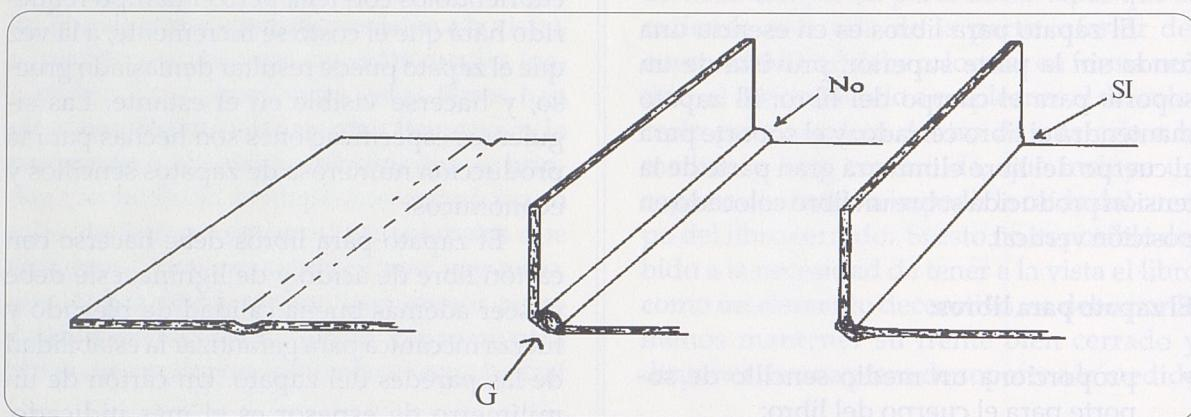

Ilustración 3
El zapato para libros debe hacerse con cartón libre de ácido y de lignina; éste debe poseer además buena calidad de plegado y fuerza mecánica para garantizar la estabilidad de las paredes del zapato. Un cartón de un milímetro de espesor es el más indicado, excepto para aquellos libros de menos de 17,5 cm de alto, los cuales requieren un cartón más delgado. El cartón debe tener una superficie suave, a fin de minimizar el daño por abrasión a las cubiertas de libros delicados. El uso de un cartón homogéneo, como por ejemplo uno conformado por una sola capa, es recomendable porque crea sólo una protuberancia mínima (G) en el pliegue (Ilustración 3). En todo caso, un cartón de uno a dos milímetros o menos de espesor puede doblarse hacia el lado interno el pliegue (contrario al plegado tradicional de las cajas), de manera que la "protuberancia" no aparezca del lado interno del zapato. La dirección del grano del cartón en un zapato para libros ya terminado debe correr verticalmente con el libro\*. El color